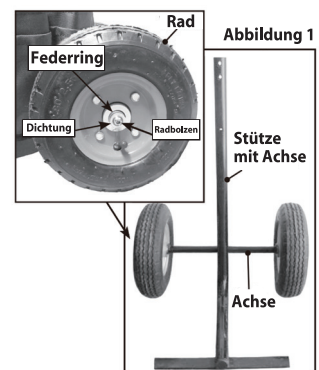

Abbildung 2
Schritt 3. Schieben Sie den mitgelieferten Griff auf die Oberseite der Basisstütze (Abbildung 2). Die unteren beiden Löcher im Griff sollten mit den beiden Löchern oben auf der Basisstütze übereinstimmen.